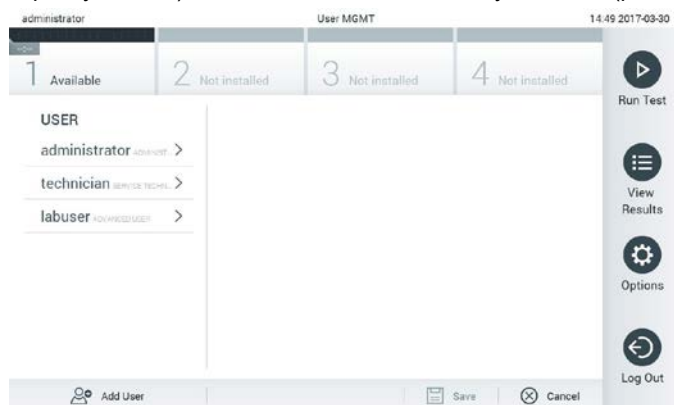

Рис. 51. Екран User Management (Керування користувачами).
1. Натисніть кнопку **Options** (Параметри), а потім **User Management** (Керування користувачами), щоб налаштувати користувачів. Екран **User Management** (Керування користувачами) з'являється в області вмісту дисплея (рис. 51).